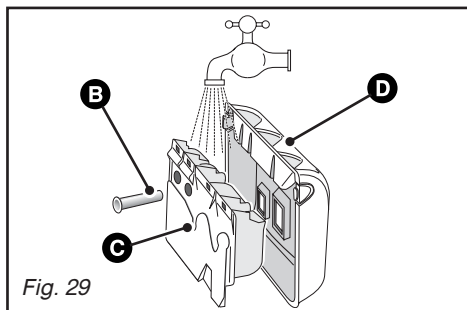

Fig. 29
- retirez le siphon **B** situé à l'arrière de la boîte **C** et séparez cette dernière de son enjoliveur avant **D** (Fig. 29)